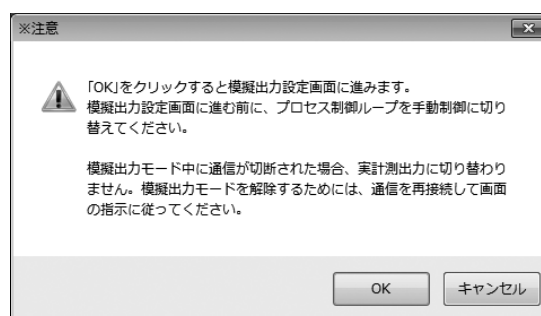

図144
- ① メニューの「Diagnosis/Service(T)」>「Trim Analog」>「Trim Analog 1」をクリックすると、メッセージボックス(図144)が表示されますので、プロセス制御ループを手動に切り替えた事を確認してから、「OK」ボタンをクリックしてください。